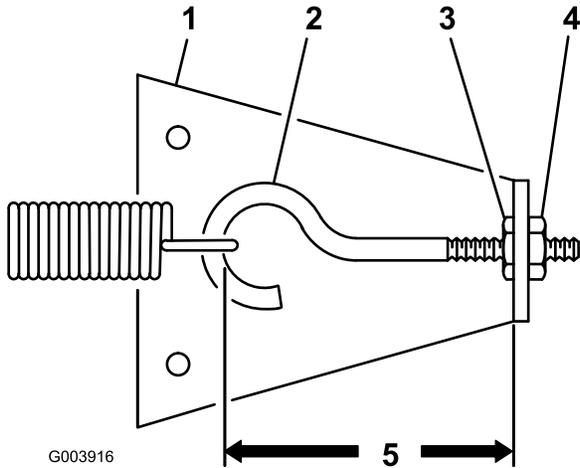

図 62
- アイボルトをスプリング・アンカー・プレート（図 62）に固定している外側のナットをゆるめる。
- アイボルトの輪の内側とアンカー・プレートの内側の間が32 mmとなるように調整する（図 62）。内側ロックナットを締めつける。